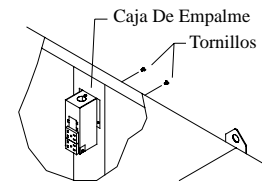

Fig. 3
- **El cableado.** La caja de empalme se encuentra en el poste divisor en la parte superior del interior del enfriador. Quite los dos tornillos de la caja y aparte la caja del panel para tener acceso al cableado (véase fig. 3). Conecte el cableado para la bomba a las tomas de corrientes (véase los esquemas del cableado de las bombas en el siguiente página). Conecte el cableado para el motor directamente al motor.